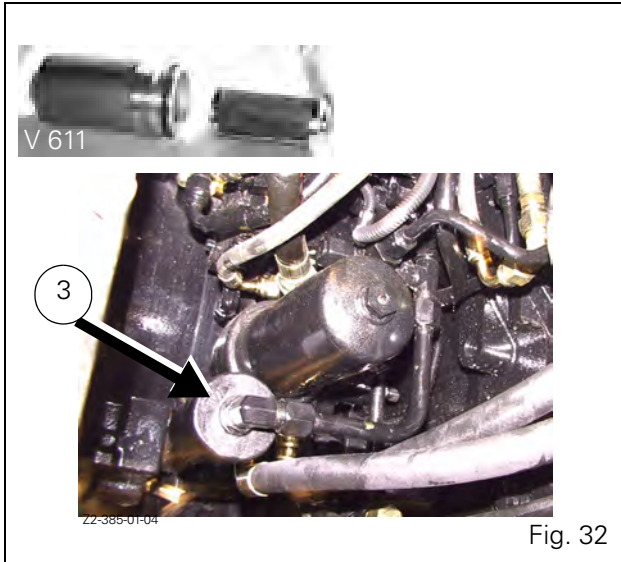

Fig. 32
- **Cambiar la malla del filtro de 60 micras** del Power Shuttle (3. Fig. 32) cada 1200 horas: